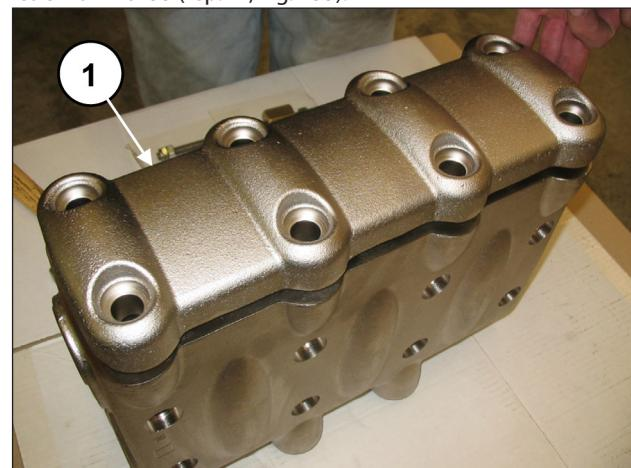
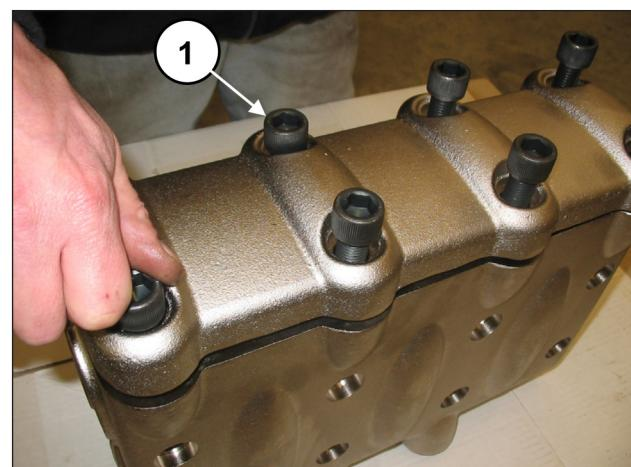

Fig. 132
Fig. 133
Après avoir monté les groupes soupape et le capuchon de soupape, poser le couvre-soupapes (rep. ①, Fig. 132) et visser les 8 vis M16x55 (rep. ①, Fig. 133).